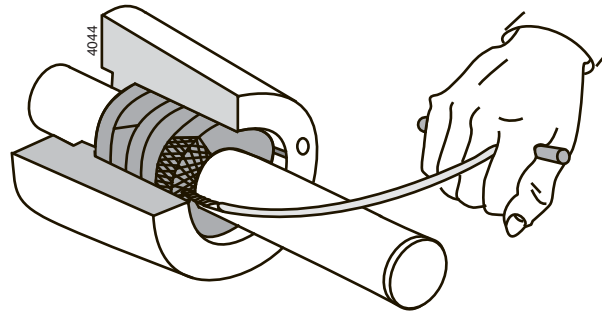

Figure 6: Utilisation d'un extracteur de tresses.
- 2 Enlevez les bagues de garniture de l'espace des garnitures. Utilisez à cet effet un tire-étoupe spécial, voir figure 6.